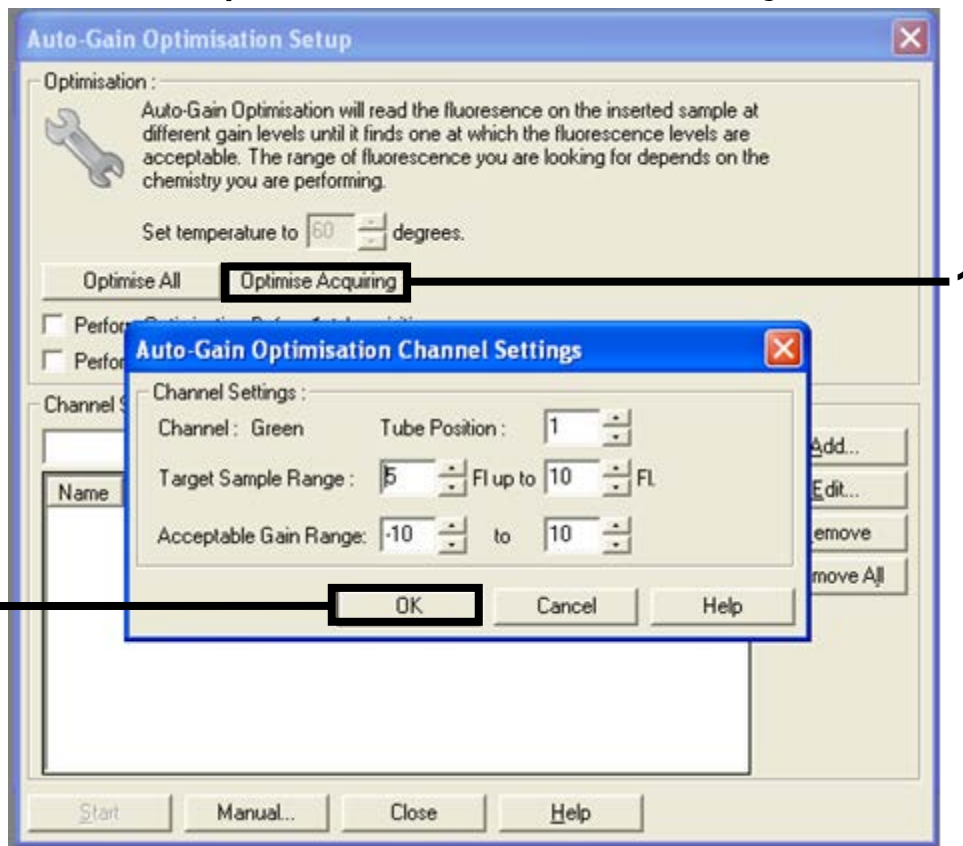

Figura 11. Optimização de auto-aquisição de dados para o canal verde.
13. Clique no botão "Optimise Acquiring" (Optimizar aquisição). Aparecem as definições de canal para cada canal. Aceite estes valores predefinidos, clicando "OK" para ambos os canais (consulte a Figura 11).